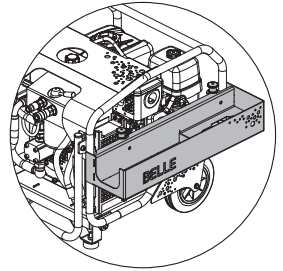

Bild 4
5. Sväng verktygsfacket uppåt tills båda spärrarna befinner sig ovanför spåren överst på det monterade sidoskyddet. Släpp spärrarna för att låsa montage på plats. (*se bild 4*)